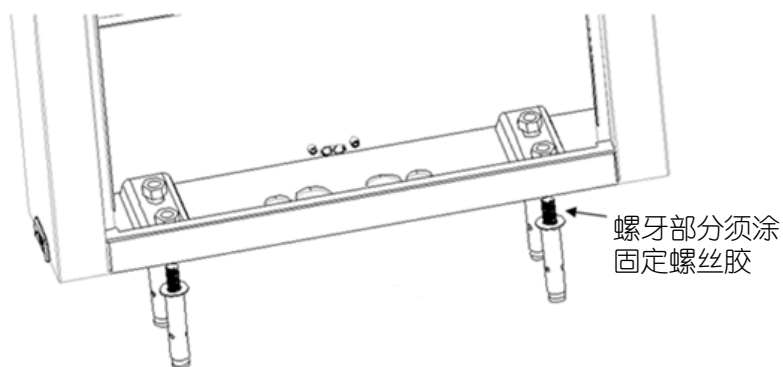

图 3-4
- ② 确定冲击钻孔位置，在膨胀螺钉外壁及螺牙处涂抹螺丝固定胶，植入四颗膨胀螺钉，然后安放三辊闸整机，使用水平尺测定水平，如安装底板不平，请使用随箱提供的垫片调节平整。
**注意：**必须完整地植入四颗膨胀螺钉，如图 3-4 所示：